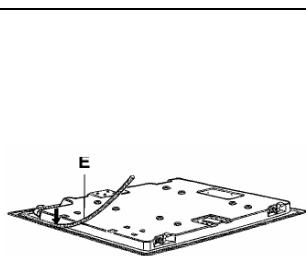

FIG. 11
- Poner un enchufe, adecuado a la carga indicada en la etiqueta, al cable de alimentación "C", en caso de que éste no lo posea (ver fig. 11). Conectar los cables según el esquema de la fig. 11, asegurándose que correspondan a las siguientes indicaciones: